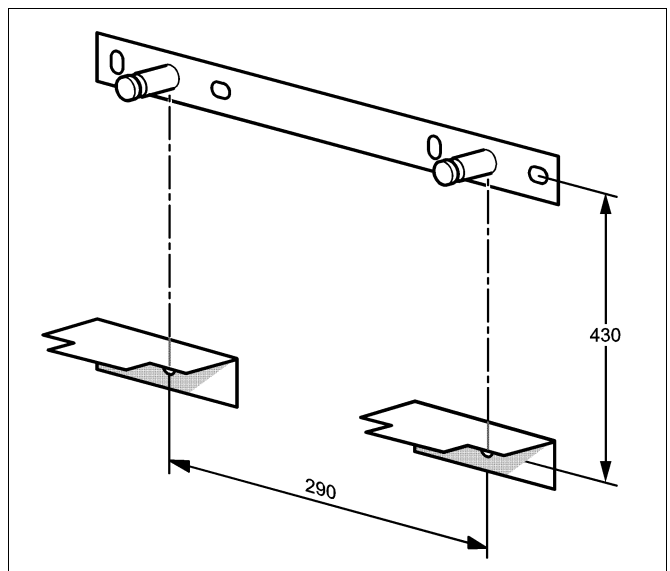

Fig. 9 Distanze – set idraulico per due utenze
- 1 Per il set a due utenze si devono montare, secondo le distanze indicate (fig. 9), un supporto a parete sopra e due distanziatori sotto.